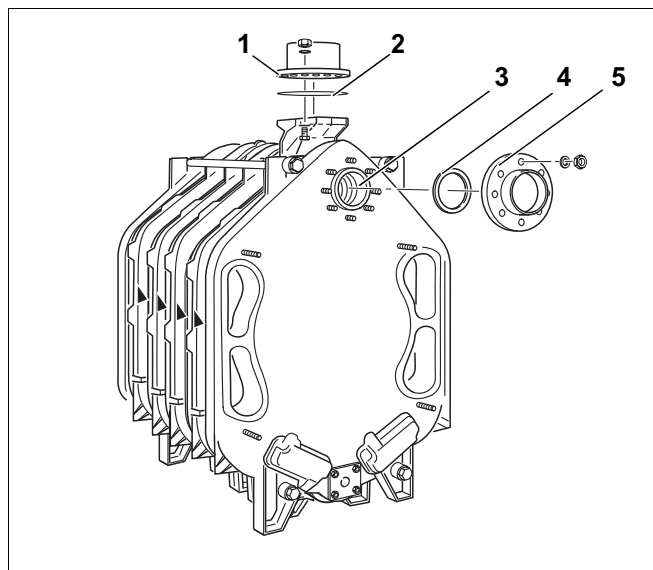

Fig. 25
- Sveiseflensen (med påsveisede rør) monteres til det øvre kjelnavet (fig. 25, **pos. 3** – returstuss) under den senere tilkoplingen av returen. På tegningen er sveiseflensen og den flate pakningen vist (fig. 25, **pos. 4 og 5**).
- Turflensen (fig. 25, **pos. 1**) med flat pakning (fig. 25, **pos. 2**) behøves for den senere tilkoplingen av turledning.